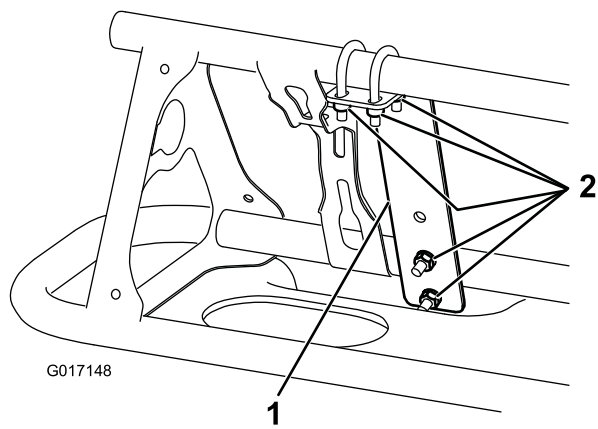

図 9
1. 各ブームの一番外側のノズルの近くに、取り付けブラケットをブームの前側に取り付ける；U ボルト (3本)、ロックナット (6本) (1/4 インチ) (図 8 と 図 9)。